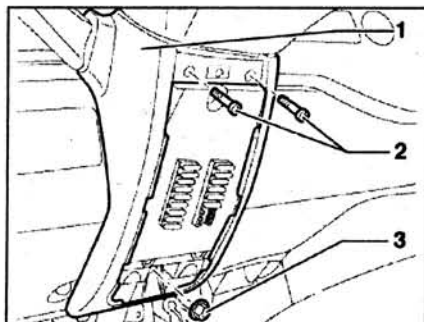

Рис. 6.4. Открутите винты 2 и гайку 3. Снимите декоративную накладку 1 нижней части рулевой колонки.
7. Открутите винты 2 и гайку 3 (рис. 6.4). Снимите декоративную накладку 1 нижней части рулевой колонки.